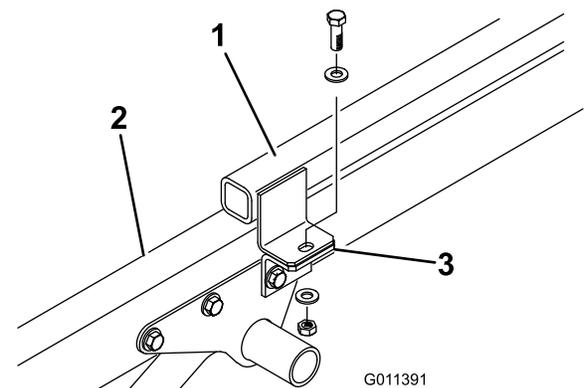

図 6
3. 各アタッチメントブラケットをヒッチフレームのタブに固定しているキャップスクリュ（2本）、平ワッシャ、ロックナットを外す（図 6）。